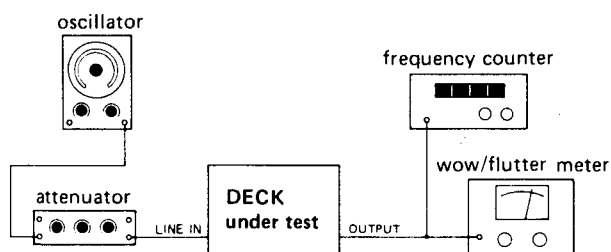

Fig. 4-10 Connection for tape speed, wow and flutter
- Connect a frequency counter to the deck as shown in Fig. 4-10.
- Fig.4-10のように周波数カウンタをデッキに接続する。